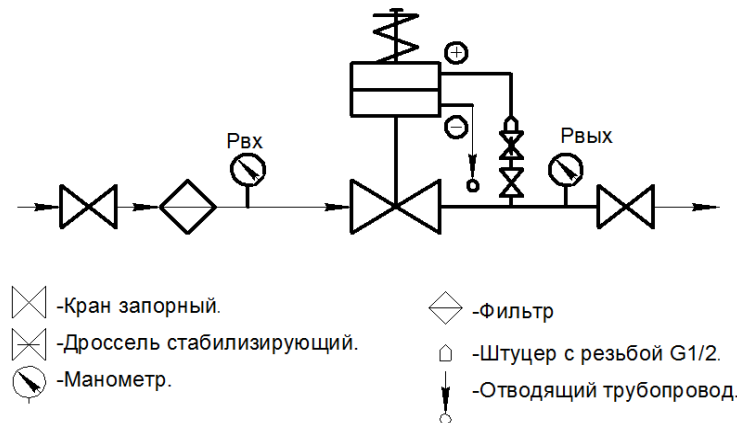

Рис. 4
- установить штуцер из комплекта регулятора на трубопровод согласно схеме подключения регулятора (рис.4) в месте, удобном для подсоединения импульсной линии. Штуцер вкручивается в запорный кран (внутренняя резьба G 1/2) на отводе трубопровода;